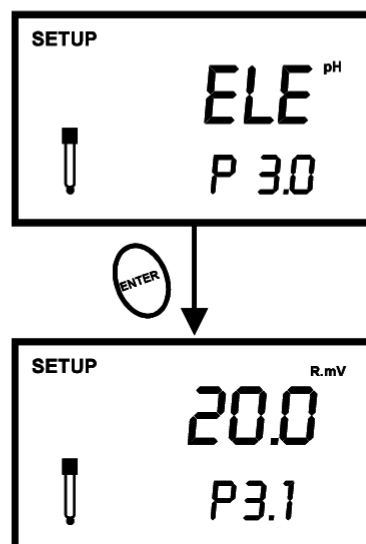

图 27 – 在 mV 测量模式中，
7. 在任何一点，您可以按 **CAL/MEAS** 键，返回到测量模式。参见图 27。